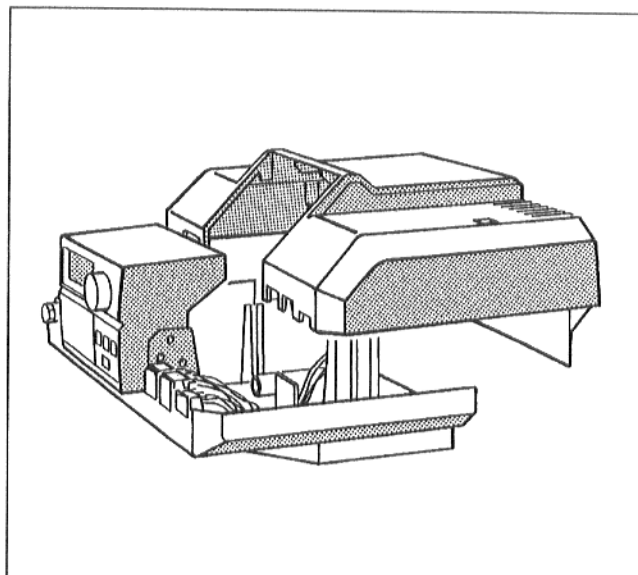

Fig. 21 Placer le couvercle de protection des bornes
- Placer le couvercle de protection des bornes et le visser à l'appareil de réglage (Fig. 21).